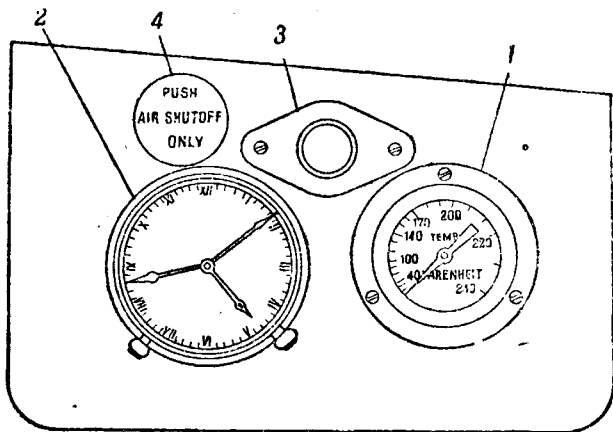

Рис. 9. Правый щиток контрольных приборов танка с двигателем ГМС 6004:
1. Отпусти педаль акселератора и утопи кнопку стоп-рычага 4 (рис. 9, кнопка расположена на правом щитке от механика-водителя).